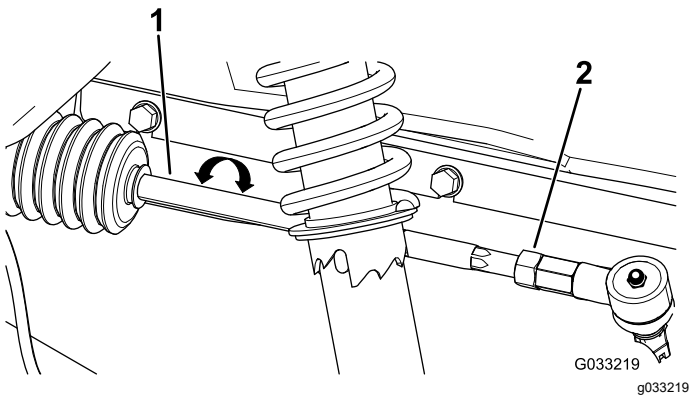

Bild 52
2. Wenn der Wert nicht zwischen 0-6 mm liegt, lösen Sie die Klemmmuttern am äußeren Ende der Spurstangen (Bild 52).